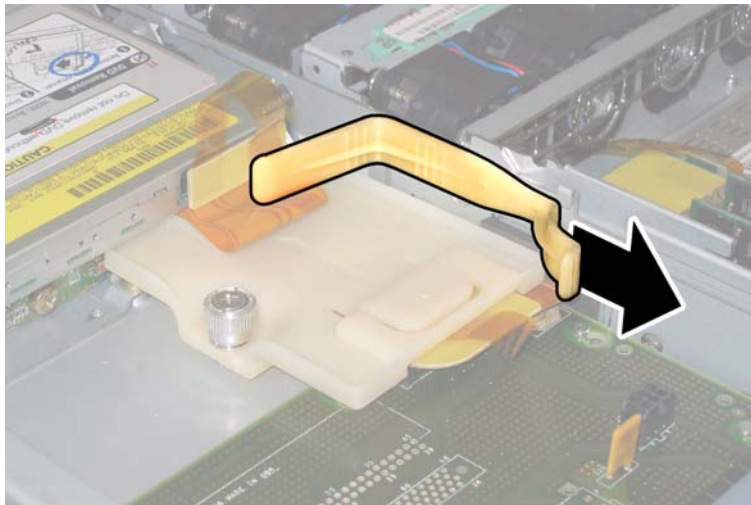

图 3-50 拆卸上部线缆固定架
12. 从机箱中卸下上部线缆固定架。将固定架朝机箱的背面推移，使其从机箱间隔壁的键控开口中松脱。请参见图 3-50。